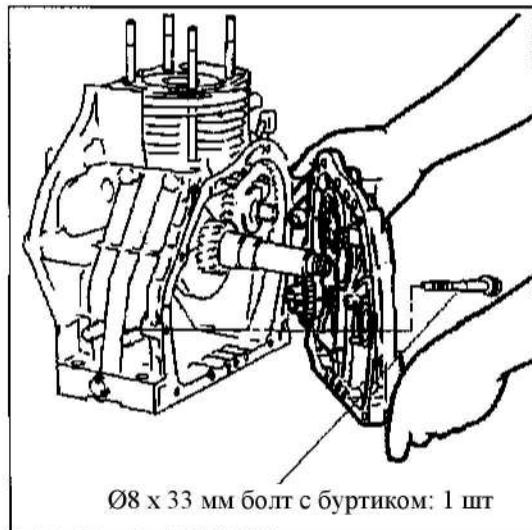

Рис. 53
1. Устанавливая крышку главного подшипника с уже смонтированной на ней шестерней регулятора оборотов, следите, чтобы она вошла в зацепление с зубьями шестерни распределала. (См. Рис. 53)